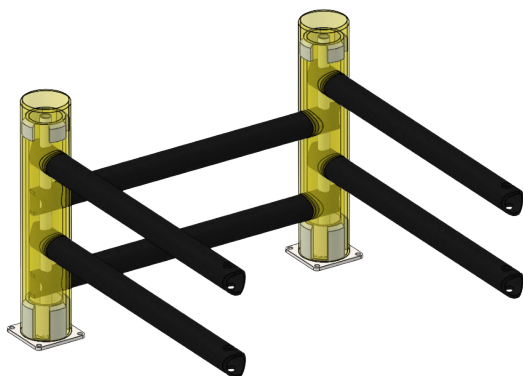

Рисунок 3. Заклинювання поперечин всередині стовпа за допомогою труб діаметром 32 мм
3. Заклинити поперечини секцій сірими трубами діаметром 32 мм через отвори поперечин всередині стовпів (рис. 3) Для зручності можна скористатися допоміжними матеріалами (прутком, арматурою тощо).